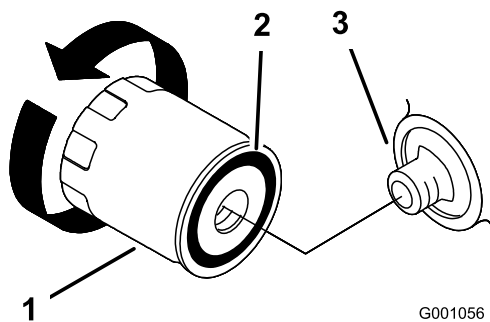

Bild 21
2. Entfernen Sie den Altfilter und wischen die Dichtfläche am Anbaustutzen (Bild 21) ab.
3. Ölen Sie die Gummidichtung am Ersatzfilter leicht mit Frischöl ein (Bild 21).
4. Montieren Sie den Ersatzölfilter am Filterstutzen. Drehen Sie den Ölfilter nach rechts, bis die Gummidichtung den Filterstutzen berührt. Ziehen Sie den Filter dann um eine weitere 2/3 oder ganze Drehung fest (Bild 21).